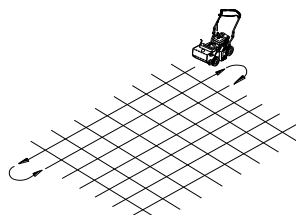

Abb. 5
**SCHNEIDEN / AUSSÄEN:** Vor Beginn der Arbeiten den Rasen auf eine kürzere als die normale Schnitthöhe schneiden (ca. 5 cm für Schwingelgras). Die besten Resultate werden beim Schneiden/Aussäen in einem Schritt erzielt (siehe Abb. 5 und 6.)